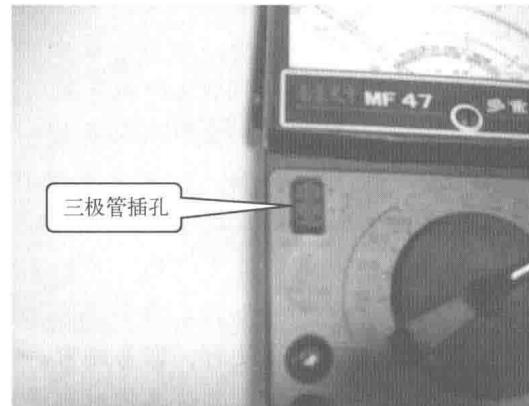

图 1-9 万用表的三极管插孔
**【三极管插孔】**三极管插孔用于测量晶体三极管的直流放大系数 hFE 值。使用时可以根据三极管的管型分别插入 NPN 和 PNP 插孔进行测量。如图 1-9 所示是指针式万用表的三极管测量插孔。